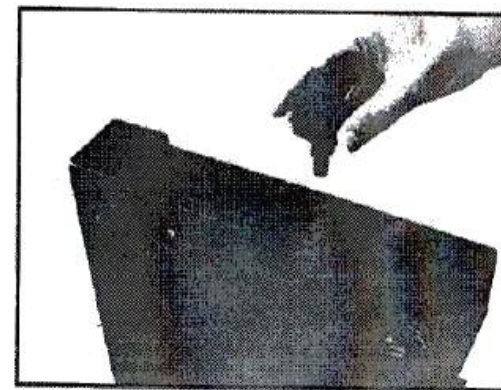

Рис. 3
- Установить рукоятку-звёздочку на натяжную штангу. **Рис. 3**